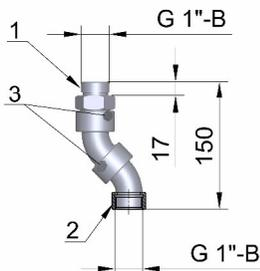

Рис.2. «Устройство направленной подачи ОТВ».
2.1. Для размещения распылителей под различным углом к вертикальной оси, модули с выходом под трубную разводку «Буран-15ТРВТ4», «Буран-15ТРВТ6», «Буран-15ТРВТН4», «Буран-15ТРВТН6», по дополнительному заказу, могут комплектоваться «Устройством направленной подачи ОТВ» (Рис.2)